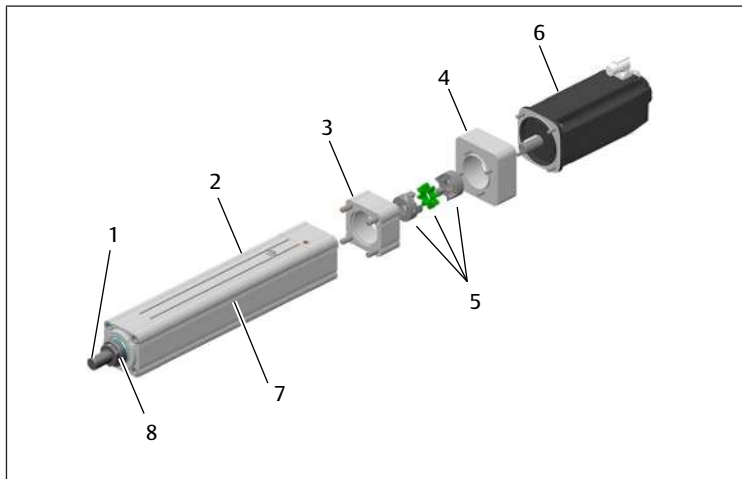

Bild 5: Överblick (storlek 100 mm)
- För storlek 100 mm. Se → Bild 5.